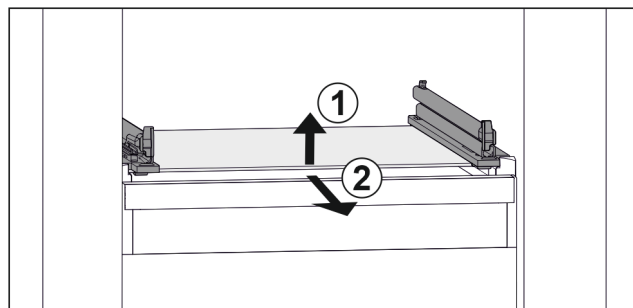

Fig. 123 Примерное отображение стеклнной пластины
- ▶ Приподнимите стеклнную пластину спереди. Fig. 123 (1)
- ▶ Извлеките стеклнную пластину движением вперед. Fig. 123 (2)